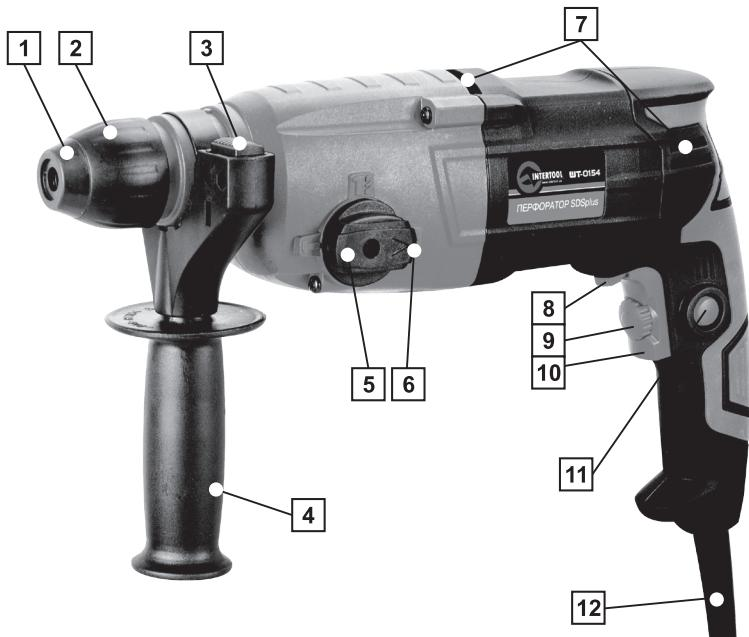

рис. 1.
- 2.4 Выбор режима работы перфоратора осуществляется расположенным в редукторе переключателем режимов 5 (см. рис.1).
- 4 Выше описанные узлы установлены в пластиковый корпус. В ручке корпуса размещен выключатель с электронным регулятором оборотов 10 (см. рис.1), ограничителем оборотов 9 и фиксатором 11. Выключатель конструктивно объединен с переключателем направления вращения 8, который может переключать половины обмотки статора к щеткам коллектора, что изменяет направление вращения ротора. В передней части корпуса имеется специальная шейка для установки дополнительной рукоятки 4. Рукоятка имеет кольцо, которое затягивается на шейке корпуса или высвобождает ее, если вращать ручку рукоятки соответственно по часовой стрелке или против часовой стрелки. Кроме того, рукоятка имеет отверстие под глубиномер и фиксатор глубиномера 3. При установке или регулировке глубиномера необходимо утопить кнопку фиксатора.